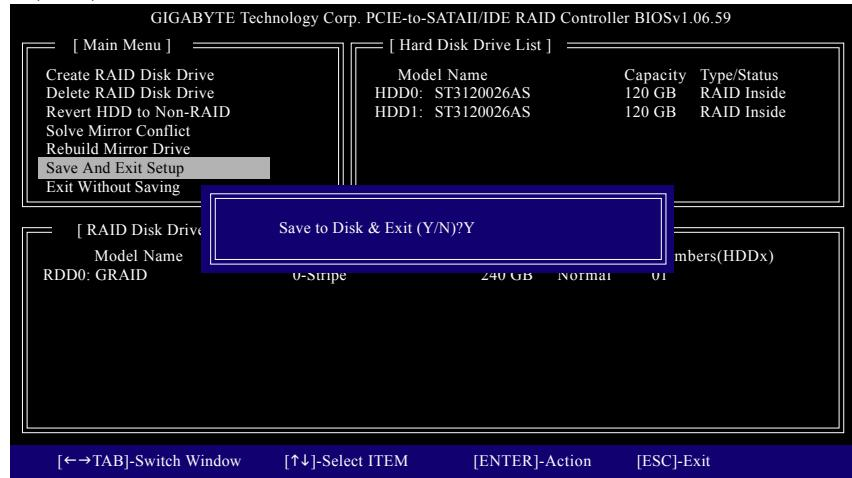

図 10
**7. Save and Exit Setup:** RAID アレイを設定した後、メインスクリーンで **Save And Exit Setup** アイテムを選択し設定を保存してから RAID BIOS ユーティリティを終了し、<Y> を押します (図 10)。